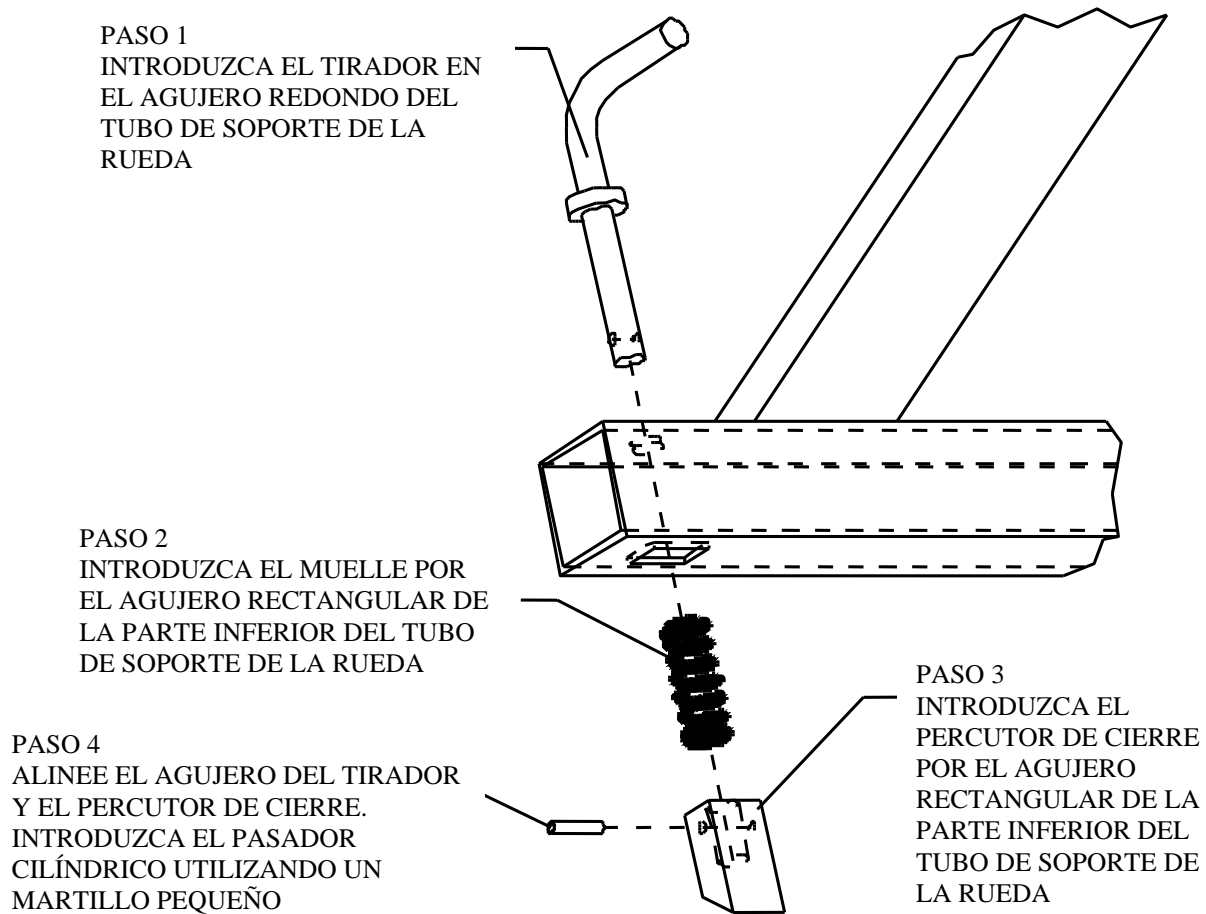

FIGURA 7, VISTA EXPANDIDA DEL MONTAJE DEL CIERRE.
18. Monte el mecanismo de cierre. Inserte el tirador por el orificio en la parte superior del tubo del soporte de la rueda. A continuación, introduzca el muelle helicoidal suministrado por el orificio rectangular de la parte inferior del tubo. Inserte el percutor de cierre por el mismo orificio rectangular. El tirador se introducirá en el orificio con diámetro de ½ pulg. del percutor. Alinee los pequeños orificios transversales del tirador y del percutor. Introduzca el pasador cilíndrico golpeándolo con un martillo por el orificio del percutor y del tirador. Cuando lo introduzca por completo, debería quedar alineado en ambos lados del percutor. Consulte la **Figura 7** para obtener una vista expandida del montaje.